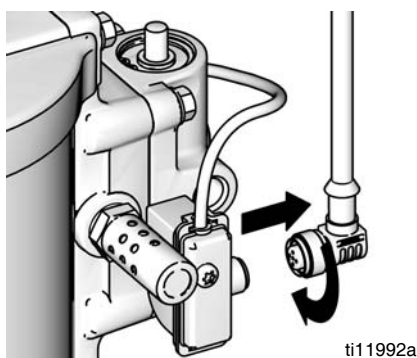

FIG. 11. DataTrak loskoppelen
1. Schroef de kabel los van de achterkant van de bladveerschakelaar. Zie FIG. 11.